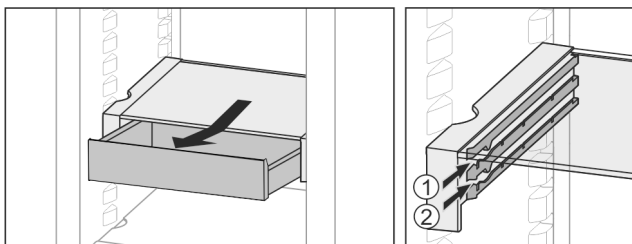

Fig. 26
- ▶ Skjut in i valfri höjd Fig. 26 (1) eller Fig. 26 (2).